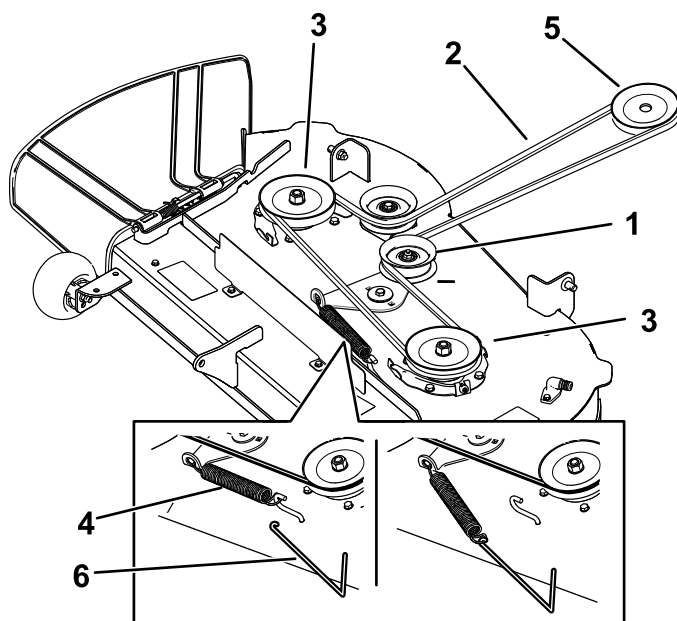

Figura 52
6. Usando una herramienta para la retirada de muelles (Pieza Toro N° 92-5771), retire el muelle tensor del gancho de la carcasa para eliminar la tensión de la polea tensora, y retire la correa de las poleas (Figura 52).
7. Pase la correa nueva alrededor de las poleas del motor y del cortacésped (Figura 52).
8. Usando una herramienta para la retirada de muelles (Pieza Toro N° 92-5771), instale el muelle tensor sobre el gancho de la carcasa y tense la polea tensora y la correa (Figura 52).